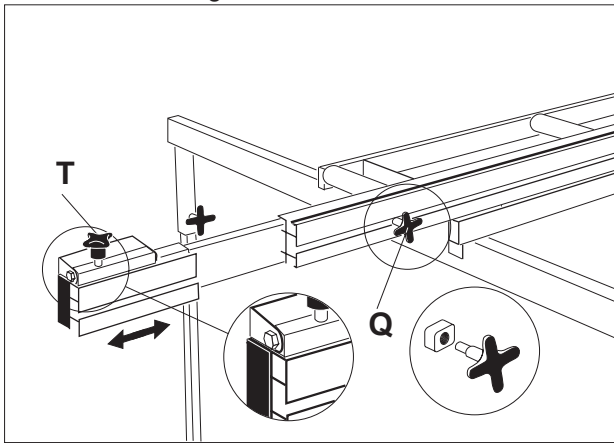

Fig. 8
- Montera låsskruven Q för teleskoputdraget (fig. 8).
- Montera materialstopp T kant i kant med aluminiumsenden på teleskoputdraget (fig.8 och 9).
- Sågbladet skall stå nedsänkt vid inställning av krängningsvinkel. Genom att lossa låsskruven och trycka in spärrarmen för krängningsvinkeln kan man kränga sågbladet från 0° - 45° (fig 8). Bladet ställs in och låses i önskad vinkel. Kontrollera gradinställningen på skalan och drag åt låsskruven.
- Ställ eventuellt in önskad krängningsvinkel på sågbladet (fig 8 och 13).